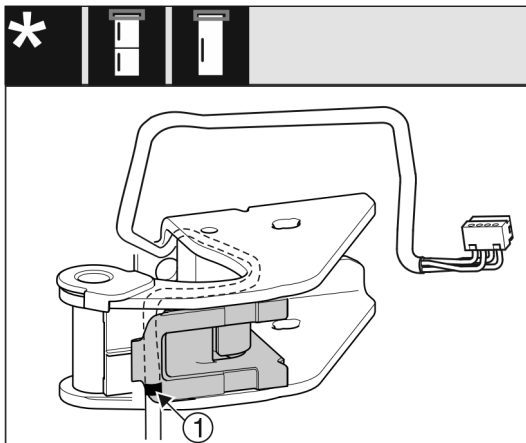

Fig. 26
- ▷ Le repère central doit se trouver sur le bord du support de câble *Fig. 26 (1)*.